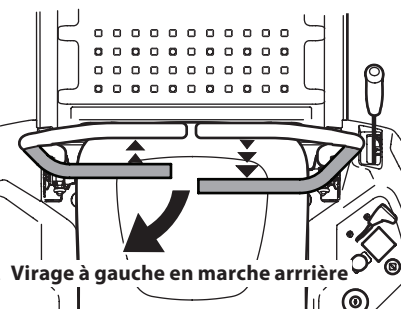

Figure 32
1. Pour tourner à gauche en marche arrière, poussez la barre de conduite gauche vers l'avant et tirez la barre de conduite droite vers vous. Voir Figure 32.